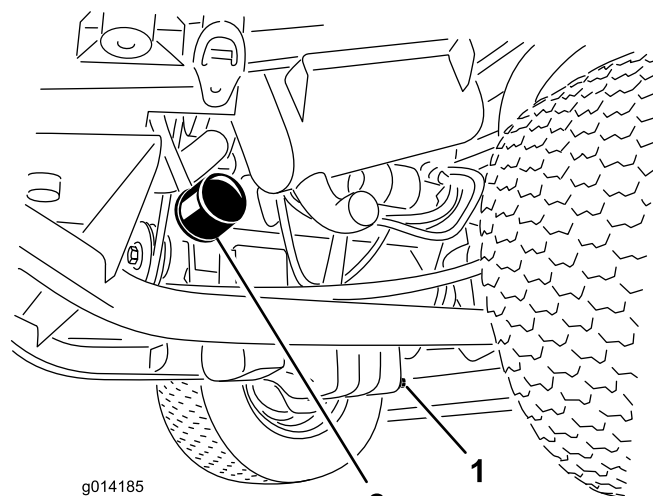

図 45
1. ドレンプラグ（図 45）を外してオイルを容器に受ける。
3. オイルフィルタ（図 45）を外す。